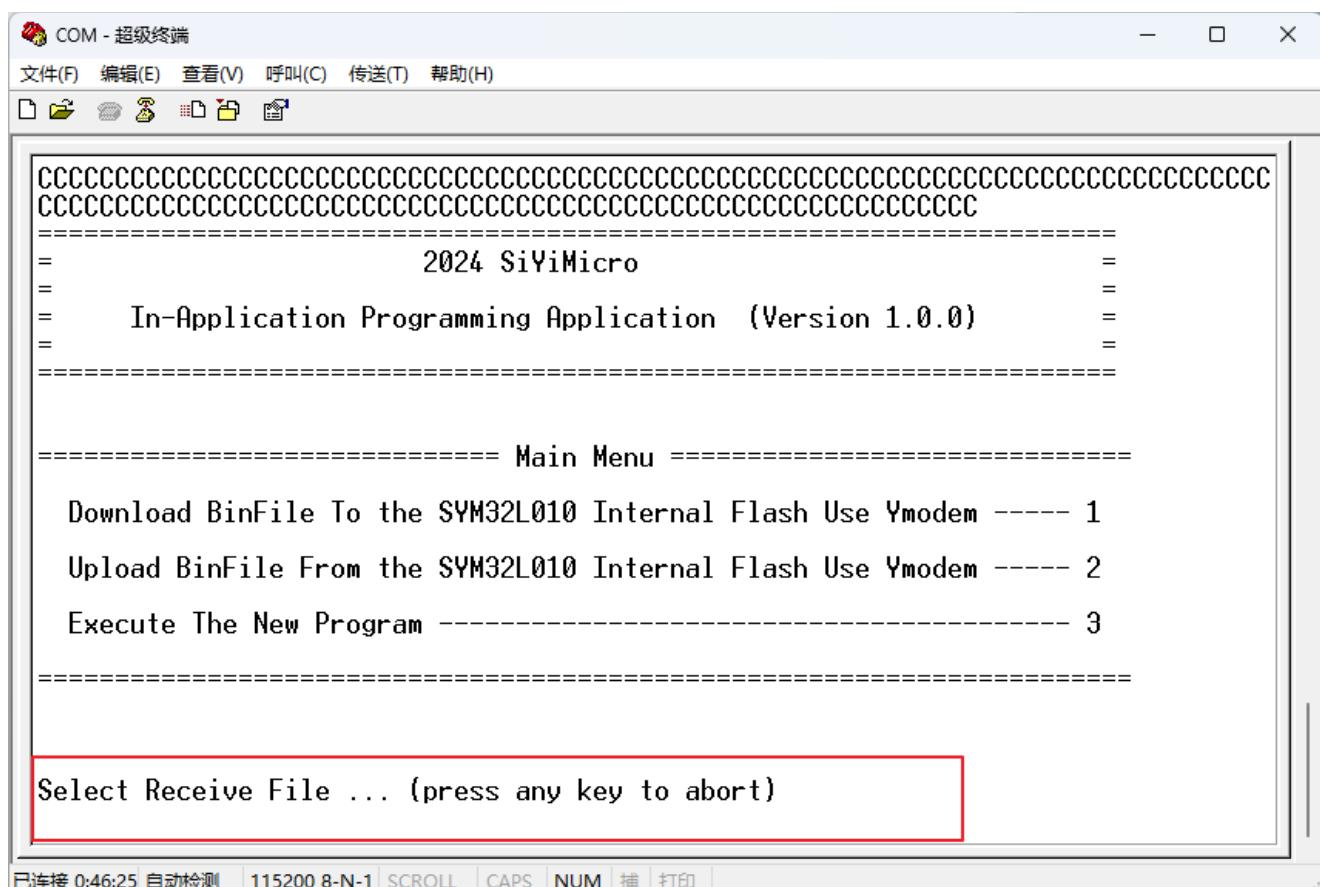

图 6-13 下位机处于发送状态时的提示信息
Step1.根据提示信息，发送字符“2”使下位机处于发送状态，如图 6-13 所示；